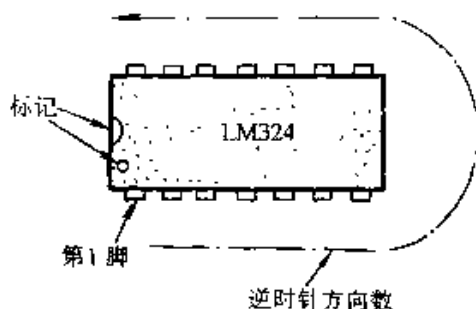

图 2-346
集成运算放大器的引脚有 8 脚、14 脚等多种。图 2-346 所示为使用最普遍的双列直插式集成电路引脚排列示意图,将集成电路商标文字面朝上,缺口或圆点等定位标记在其左侧,则左下角为第①脚。从第①脚向右沿逆时针方向依次为第②、③、④……脚。扁平封装的集成电路引脚识别方法与此相同。